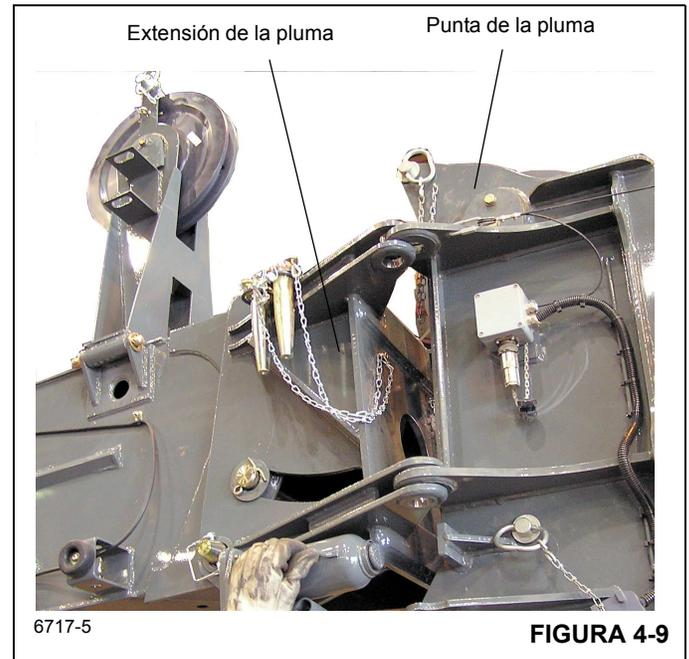

FIGURA 4-9
8. Eleve y/o baje la pluma ligeramente para ayudar a controlar la extensión de la pluma. Utilice la cuerda amarrada a la punta de la extensión de pluma para girar la extensión delante de la punta de la pluma (Figura 4-9), enganchando los adaptadores de fijación en los adaptadores de anclaje del lado izquierdo de la punta de la pluma.
9. Instale el pasador de fijación del lado superior izquierdo y la pinza de retención en los adaptadores superior de anclaje y de fijación de la punta de la pluma (Figura 4-9).